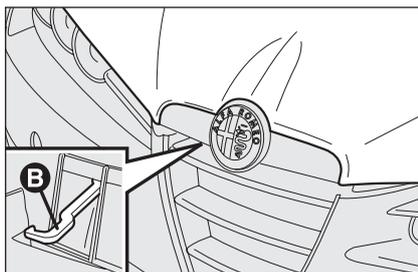

fig. 87
- tirare a fondo la levetta **B-fig. 87** e sollevare il cofano, mantenendo tensionata la leva